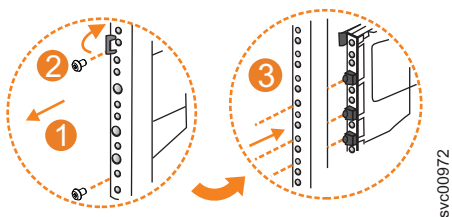

Figura 132. Remova a montagem de trilho do suporte da estrutura frontal
1. Remova os dois parafusos que prendem a seção externa do trilho no conjunto do suporte frontal, conforme mostrado em Figura 132.
2. Remova a seção do trilho puxando-a para fora do suporte frontal, conforme mostrado na Figura 132.